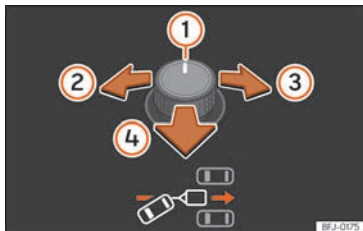
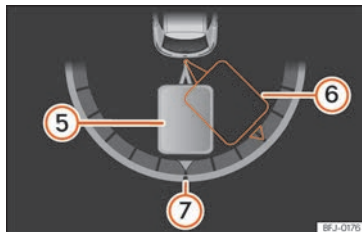

Abb. 207 Drehknopf für die Außenspiegel: Ausrichtung des Anhängers einstellen.
Abb. 208 Bildschirm des Kombi-Instruments: Rückwärtsfahren.
Legende zu **Abb. 207**, **Abb. 208**:
• Schalter kippen, bis die gewünschte Richtung erreicht ist **» Abb. 207**. Im Display des Kombi-Instruments erscheint zur Orientierung eine Darstellung des Gespanns in der aktuellen Position **» Abb. 208**.